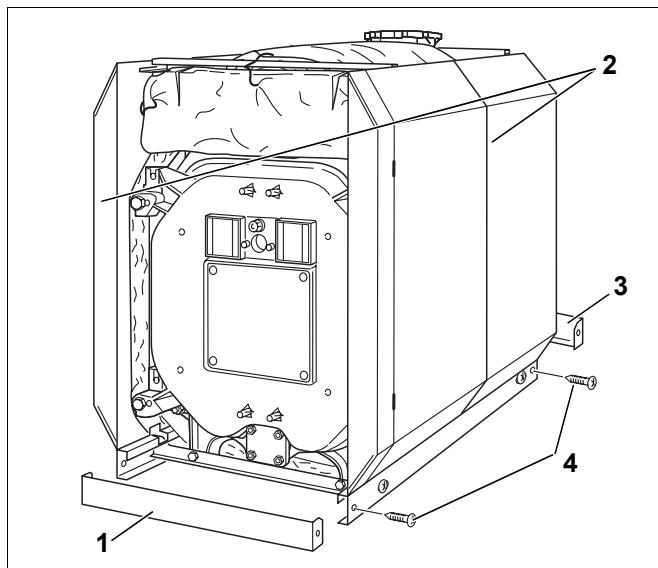

Fig. 51 Montaggio delle guide di zoccolo
- ▶ Se i pannelli laterali (fig. 51, [2]) sono allineati verticalmente, serrare a fondo le viti autofilettanti della guida di zoccolo (fig. 51, [4]).
- ▶ Inserire le guide di zoccolo trasversali (fig. 51, [1] e [3]) nelle guide di zoccolo longitudinali dalla parte anteriore e posteriore. La piegatura della lamiera trasversale deve sempre trovarsi in basso ed essere rivolta verso la caldaia (fig. 51).